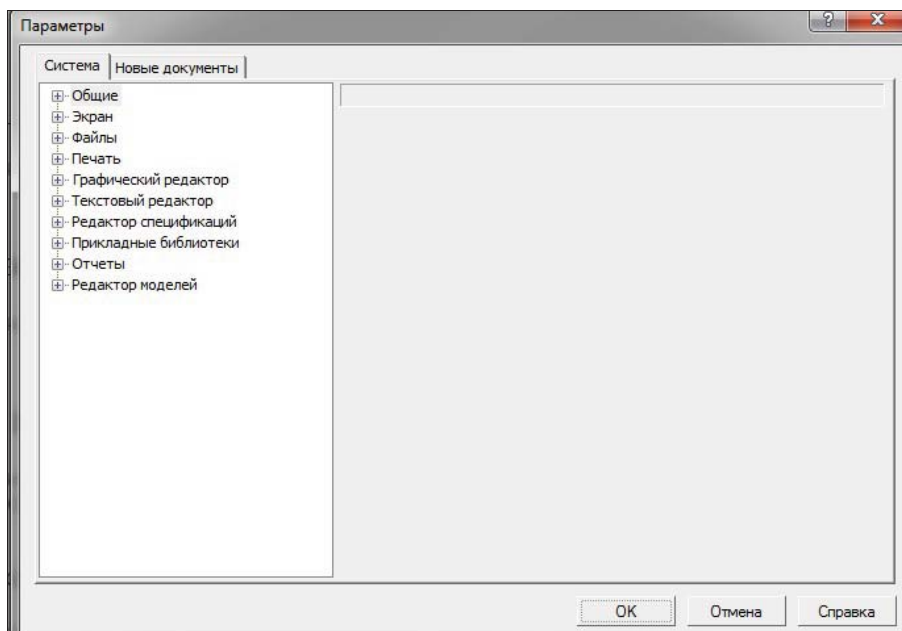

Рис. 2.5. Диалоговое окно Параметры
- ◆ **Параметры** — после щелчка ЛК мыши откроется диалоговое окно **Параметры** (рис. 2.5). Если вы уже работали в одной из систем КОМПАС, то без труда настроите необходимые параметры как для графического документа, так и для модели. Предварительная настройка параметров КОМПАС-3D будет рассмотрена в *уроке 4*. При первом запуске вы продолжаете работать с параметрами системы по умолчанию;